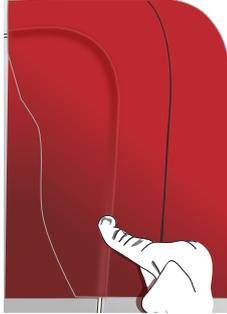

Abbildung 17
- › Die Folie ist so auf dem oben liegenden Bereich der Vertiefung anzubringen, dass sie die erhabenen Stellen berührt. Die Folie anschließend mit dem Finger auf dem Relief anbringen. (Abb. 17)